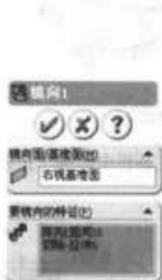

图 11-36 创建第四、第五个定位缺口
(9) 单击特征工具栏中的 \diamond （镜像）工具，显示“镜像1”属性管理器，选择“右视基准面”作为“镜像面/基准面”，选择第二个定位缺口、第三个定位缺口作为“要镜像的特征”，如图11-36所示。单击 \checkmark （确定）按钮，生成第四个定位缺口和第五个定位缺口。